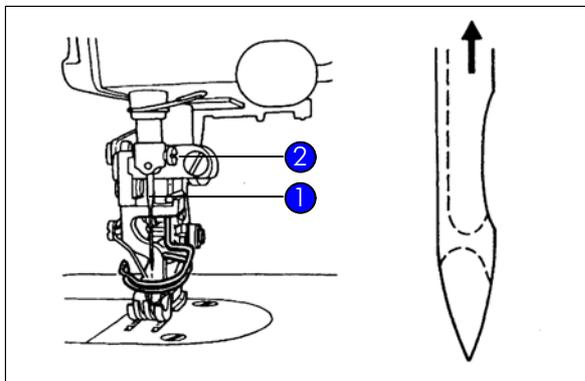

Figure 12 Pose de l'aiguille
- ▶ Dévisser la vis de serrage ② et poser l'aiguille ① aussi profondément que possible dans l'encoche (Figure 12).